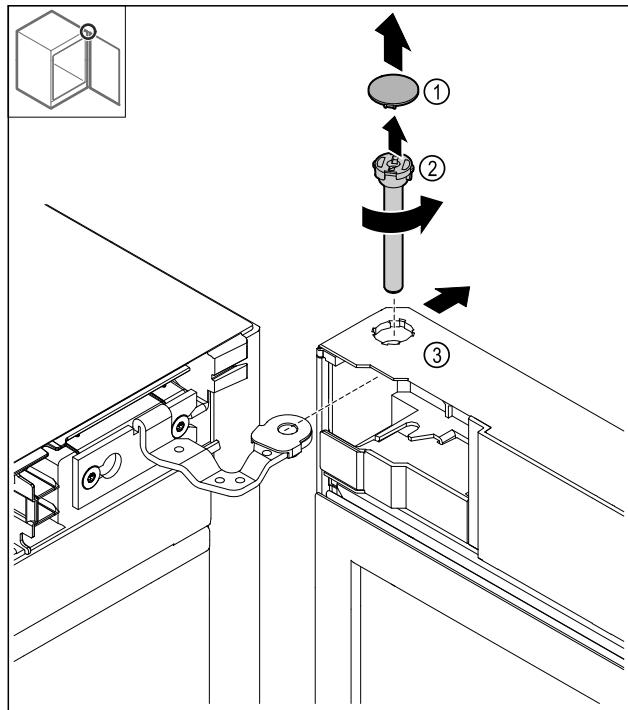

Fig. 19
- Ta av dekselet Fig. 19 (1).
- Løsne bolten Fig. 19 (2) mot urviseren og trekk ut.
- Vipp døren Fig. 19 (3) litt.